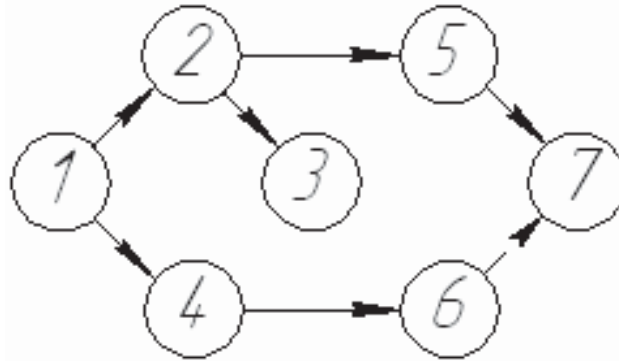

Рисунок 4.1 - Пример «тупикового» события на графике
1. в сетевой модели не должно быть «тупиковых» событий, т.е. событий, из которых не выходит ни одна работа, за исключением завершающего события (рисунок 4.1).